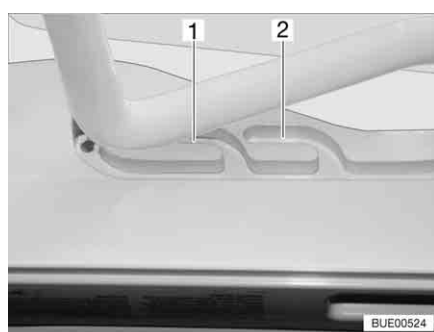
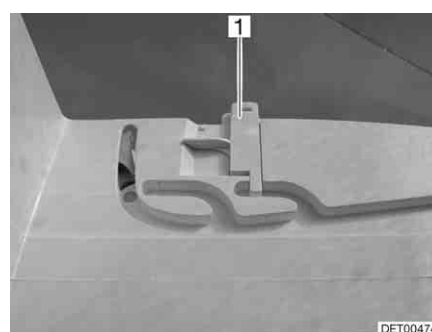

Fig. 56 Guida (posizione di ricircolo d'aria)
Fig. 57 Bloccaggio (posizione di ricircolo d'aria)
È possibile portare l'oblò Heki in due posizioni di ricircolo d'aria: Posizione brutto tempo (Fig. 56,1) e posizione centrale (Fig. 56,2). A seconda del modello è possibile bloccare l'oblò nella posizione centrale con il chiavistello (Fig. 57,1).
- Premere la staffa leggermente verso l'alto, spingerla nella guida selezionata (Fig. 56,1 o 2) ed eventualmente bloccarla.